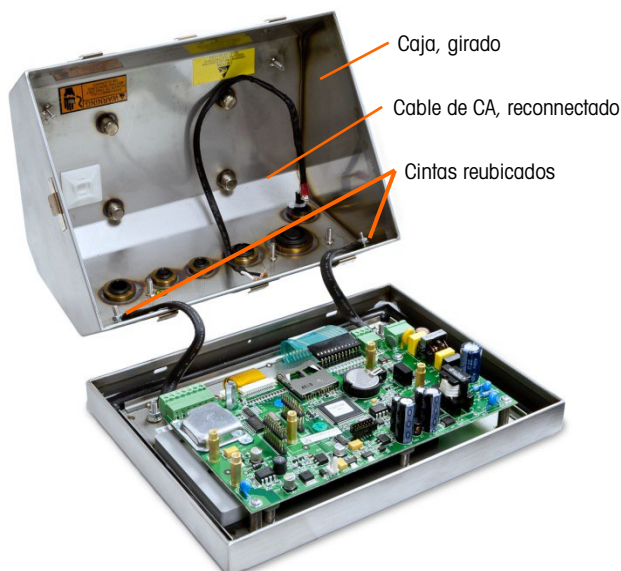

Figura A-5: Caja girado
12. Enlace los dos cables de CA a través del núcleo de ferrita en la misma manera descrita en el paso (E) y fije la ferrita en el cojinete adhesivo de plástico con la nueva cuerda de alambre proporcionada.
13. Gire con cuidado la caja 180 grados y vuelva a conectar las dos cintas de conexión a tierra en los dos pernos cerca de los manguitos de sujeción (Figura A-5) con las dos tuercas retiradas en el paso 4. Apriete las dos tuercas.